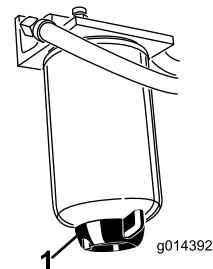

Figura 29
Drene el agua y otros contaminantes del separador de agua (Figura 29) a diario. Cambie el cartucho del filtro después de cada 400 horas de operación.
- Afloje el tapón de vaciado en la parte inferior del cartucho del filtro (Figura 29).